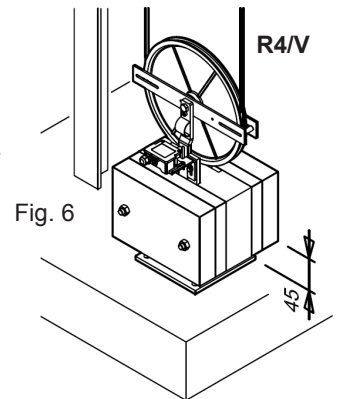

Fig. 6
- Fissare la piastra di guida del contrappeso in modo tale da ottenere un allineamento perfetto tra la puleggia del limitatore e la puleggia del tenditore (Fig. 6).
- Supportare il contrappeso fino al raggiungimento di un'altezza di ca. 45 mm dal fondo del pozzo (valore approssimativo) (Fig. 6).
- Mount the leading plate of the counterweight to achieve perfect alignment between the pulley of the overspeed governor and the pulley of the tension weight (Fig. 6).
- Hold the counterweight, until it reaches a height of about 45 mm from the bottom of the shaft (approx. value) (Fig. 6).